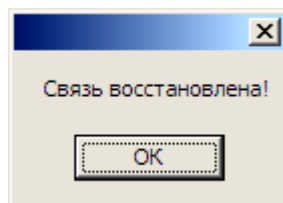

Рис. 3.3
5. Должна появиться панель «Связь восстановлена» (см. Рис. 3.3).